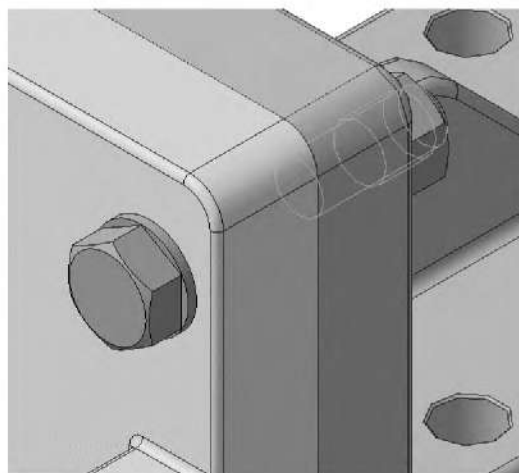

Рисунок 3.116. Результат добавления болтового соединения
10.3.12 Нажмите кнопку **Применить** в нижней части окна. Болтовое соединение будет добавлено в модель (рисунок 3.116).